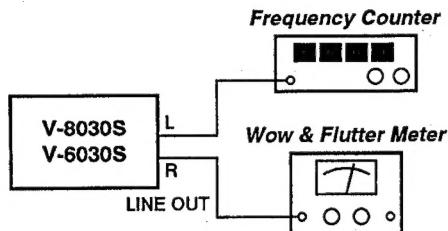

Fig. 3-1
- Connect a frequency counter to the deck as shown in Fig. 3-1.
- Fig. 3-1 のように周波数カウンターを接続する。
- Connect a wow-and-flutter meter to the deck as shown in Fig. 3-1.
- Fig. 3-1 のようにワウ・フラッタメーターを接続する。